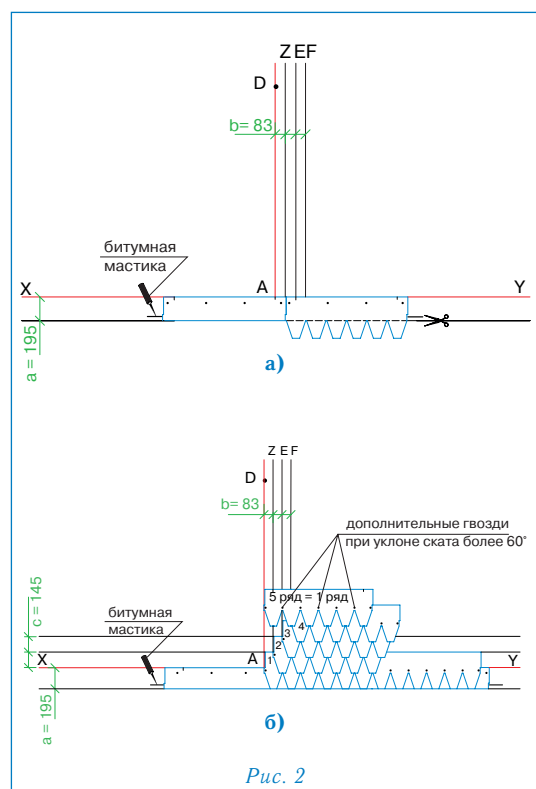

Рис. 2
### Укладка материала (рис. 2)
- Начальный ряд формируется из листов черепицы КАСТЕЛЛО с обрезанными лепестками. Полученные таким образом полосы шириной 19,5 см укладываются по линии карниза в обе стороны от линии Z (рис. 2а) и фиксируются по нижнему краю битумной мастикой, а по верхней кромке 4 гвоздями (ось гвоздей на 5 см ниже верхнего края полосы);
- далее первый ряд черепицы укладывается от линии AD (рис. 2б);
- второй ряд укладывается от линии Z (со смещением 8,3 см от AD) (рис. 2б);
Каждый лист гибкой черепицы КАСТЕЛЛО крепится 4 гвоздями таким образом, чтобы гвоздь прошивал и верхний край нижележащего листа черепицы (рис. 2б).